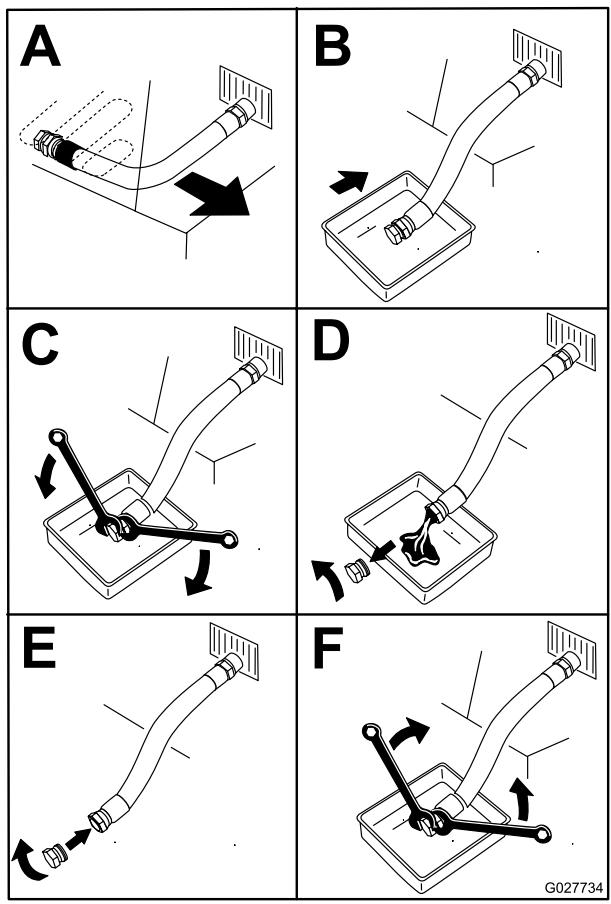

Figura 57
4. Pare el motor, retire la llave y espere a que se detengan todas las piezas en movimiento antes de abandonar el puesto del operador (Figura 57).